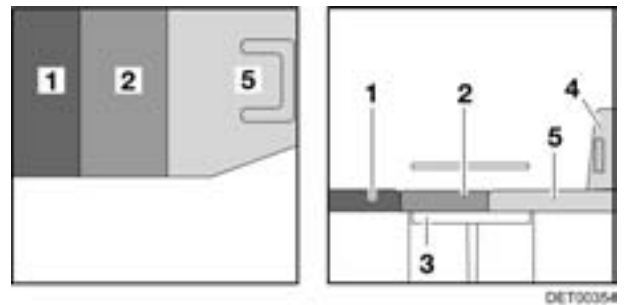

Bild 97 Nach dem Umbau (ohne Sitzverbreiterung)
- Das Sitzpolster (Bild 97,2) nach vorn ziehen.
- Das Rückenpolster (Bild 97,1) zwischen das Sitzpolster und die Rückwand legen.
- Das Zusatzpolster (Bild 97,5) auf den Fahrersitz legen.
- Den Fahrersitz (Bild 97,4) gegebenenfalls wieder nach hinten schieben.